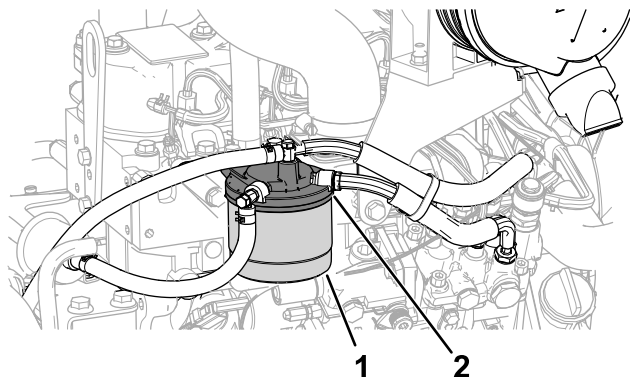

Рисунок 57
1. Очистите поверхность вокруг головки топливного фильтра (Рисунок 57).
2. Снимите фильтр и очистите монтажную поверхность головки фильтра (Рисунок 57).